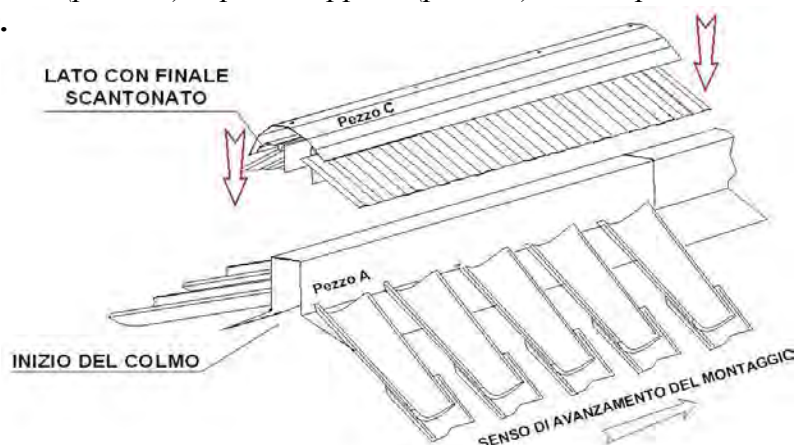

Fig.5
- 4- Appoggiare il coperchio (pezzo C) sopra il supporto (pezzo A), con la parte scantonata verso l'inizio del colmo. (Vedi **Fig.5**).